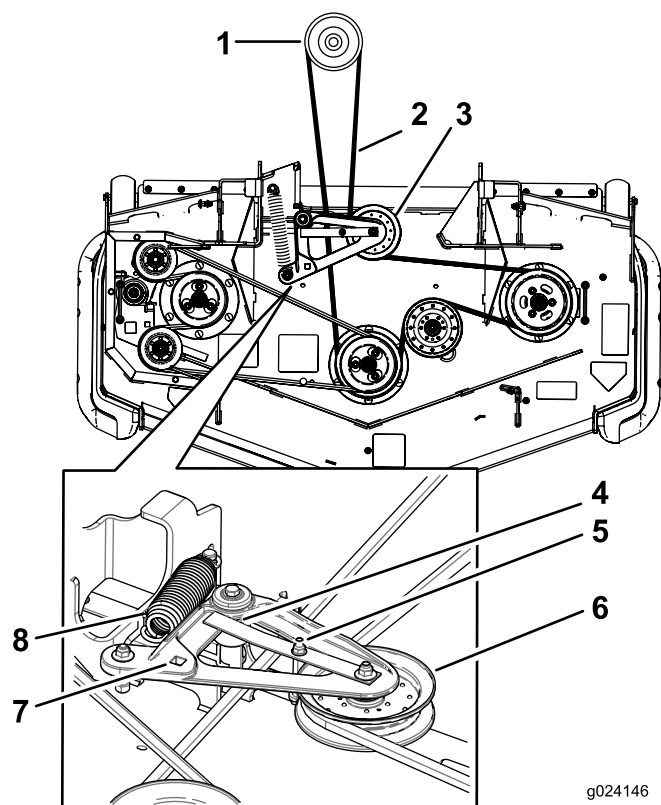

Figure 74
10. Insérez le rochet dans le trou carré pour chausser la courroie sur les poulies du plateau de coupe et les poulies de tension (Figure 74).
8. Insérez un rochet dans le trou carré du bras de la poulie de tension pour détendre le ressort de la poulie (Figure 74).
10. Soulevez la patte du guide-courroie et déposez la courroie existante (Figure 74).
11. Acheminez la courroie neuve autour des poulies du plateau de coupe et de la poulie d'embrayage, sous le moteur (Figure 74).
12. Tournez et vérifiez que la patte du guide-courroie vient frapper le moyeu de pivot (Figure 74).
13. Insérez le rochet dans le trou carré et montez le ressort de la poulie de tension (Figure 74).